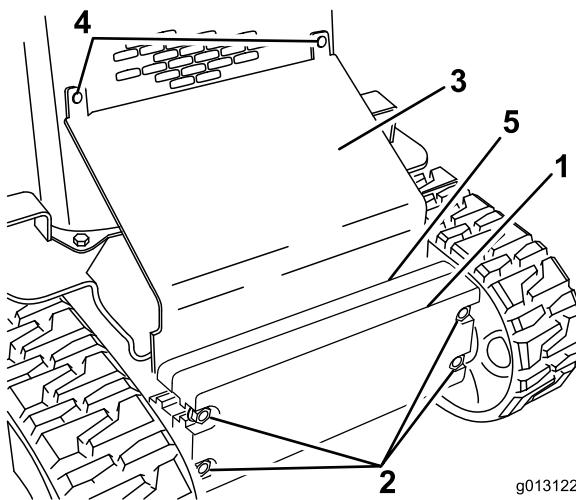

Figura 26
3. Retire los pernos de cuello cuadrado y las tuercas que sujetan la chapa inclinada (Figura 26).
2. Afloje los pernos que sujetan los pesos (Figura 26).
10. Deslice la chapa inclinada entre el bastidor y los contrapesos, y fíjela a la rejilla delantera usando los pernos de cuello cuadrado y tuercas que retiró anteriormente (Figura 26).
11. Apriete los pernos que sujetan los contrapesos delanteros (Figura 26).